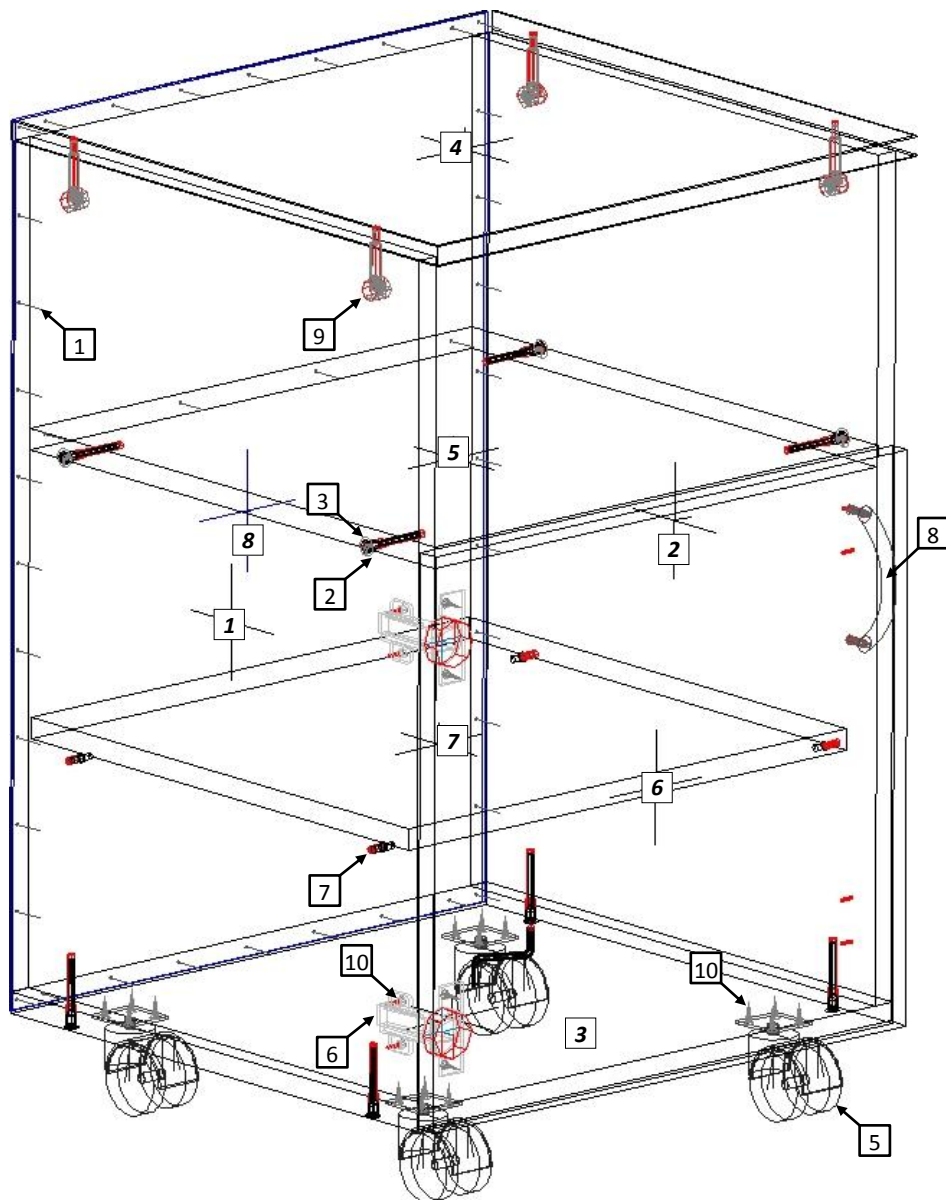

Рис. 1
- 4.1 Внимательно ознакомьтесь со схемой сборки, изображённой на рис. 1, сверяясь с комплектующей ведомостью на изделии. Согласно позициям на схеме и комплект. ведомости определите расположение деталей в изделии и порядок их сборки. Сборка производится на ровном полу, укрытом материалом, предотвращающим повреждение покрытия пола и деталей мебели. Подготовьте необходимые для сборки инструменты – плоскую и крестовую отвёртки, молоток, рулетку или линейку.
- 4.3 Евровинтами (2), как показано на рис. 1, соедините вертикал. ст. [1, 2] с горизонт. стенками [3,5]. Установите крышку. Затяжка соединения производится путём поворота эксцентриков до упора в направлении стрелки, выштампованной на корпусе стяжки. Гвоздями (1) закрепите зад. стенку ДВПО [8]. Головки евровинтов (2) закройте заглушками (3).